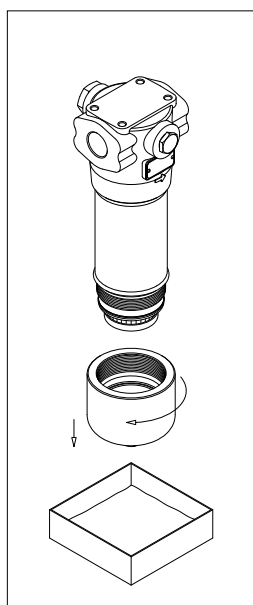

fig. 26
- (Fig. 26) Svitare il coperchio contenitore predisponendo un recipiente per la raccolta del fluido di lavoro